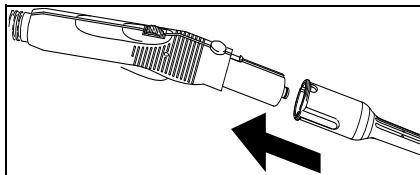

Bild 6
- Anslut önskat tillbehör (D1, E1, F1) med ångpistolen (C1). Stick tillbehörets öppna ände på ångpistolen (C1) och skjut det så långt in på ångpistolen att låsknappen (C2) låser fast tillbehöret i ångpistolen (se bild 6).